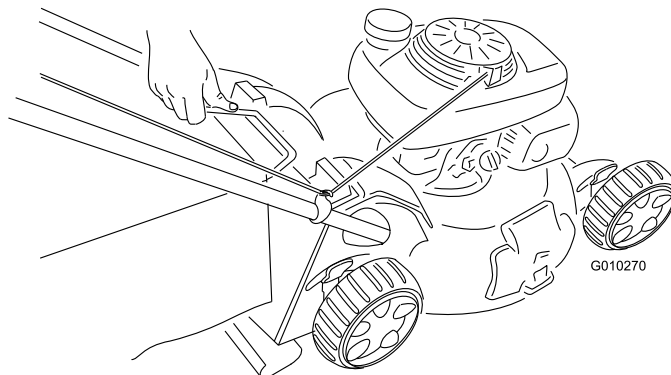

Figura 29
2. Retire el asa de la bolsa de recortes de las ranuras de la parte superior del cortacésped y retire la bolsa del cortacésped (Figura 29).